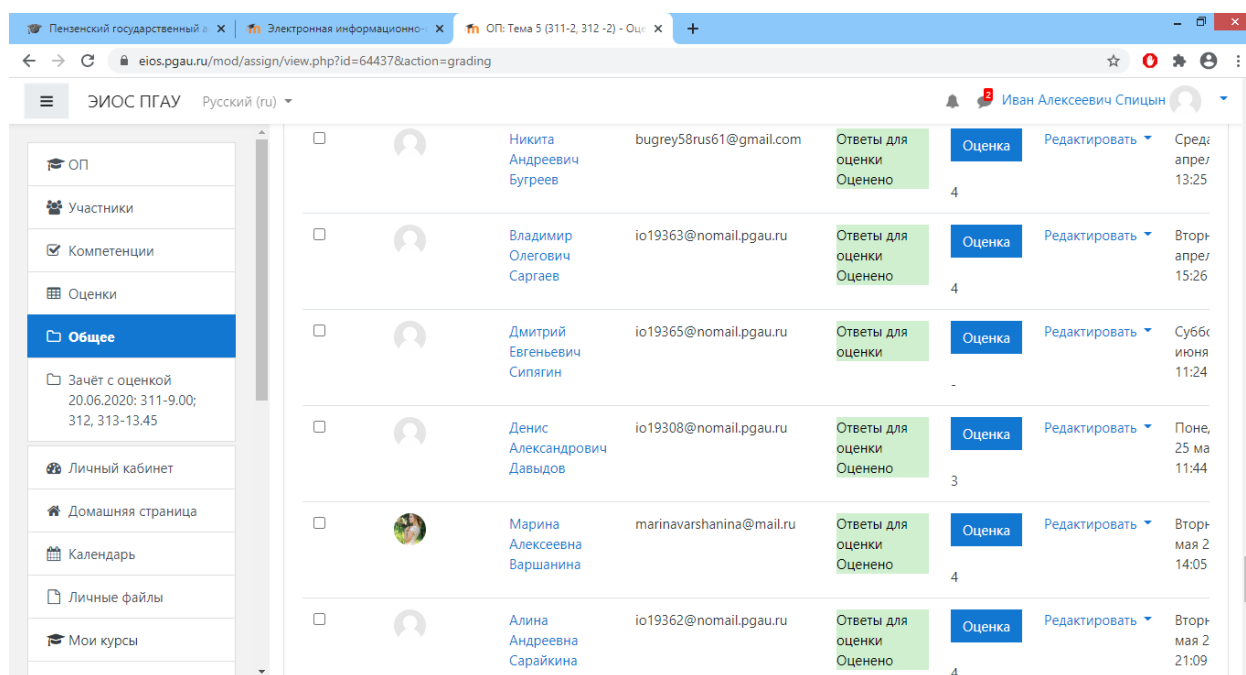

Рисунок 6.4 – Страница практики с ответами студентов
2. Студент выполняет задания и размещает их в среде (рис.6.4).